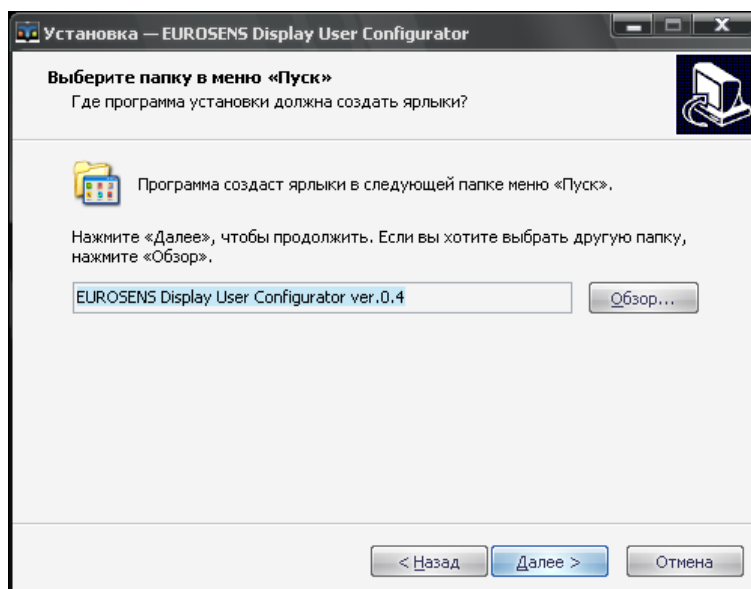

Рис.10
11) выбрать название папки (рис.10) в меню "программы" (по умолчанию "EUROSENS Display User Configurator ver.X.X"):